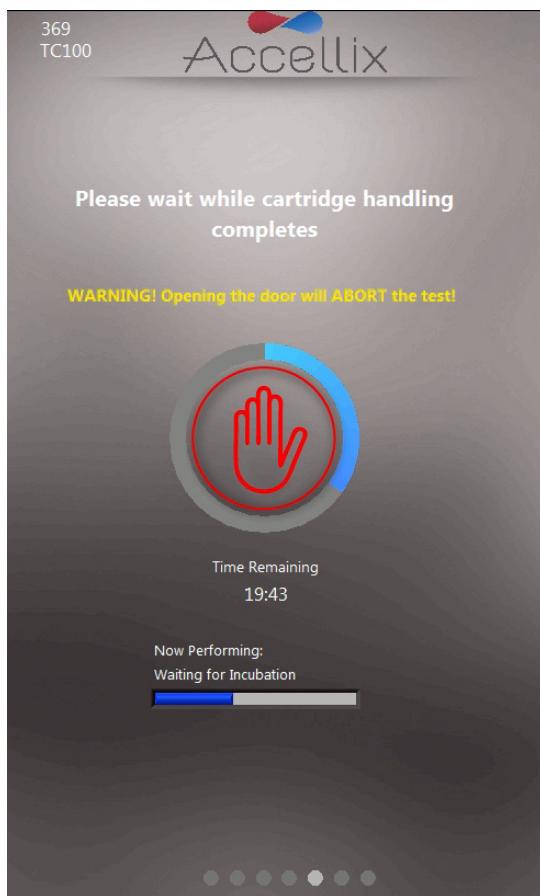

Abbildung 41: Bildschirm „Progress Indicator and Time Remaining“ (Fortschrittsanzeige und verbleibende Zeit)
11. Der Bildschirm **Progress** (Fortschritt) (Abbildung 41) zeigt eine Fortschrittsanzeige und einen Countdown-Timer mit **Time Remaining** (Verbleibende Zeit) an. Der Benutzer kann den Testfortschritt und die ungefähr verbleibende Zeit überwachen.
**Hinweis:** Um einen laufenden Assay zu stoppen, kann der Benutzer auf **Stop** (Stoppen) tippen, d. h. auf die rote Hand in der Mitte der Fortschrittsanzeige (siehe Abbildung 41). Siehe Abschnitt **11.3 Beenden eines Assay-Laufs**.
Mit dem **Abbrechen**-Symbol kann ein Assay-Lauf beendet werden (Abbildung 41).